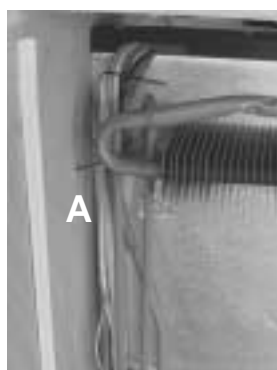

Fig. 3
**En annan populär variation på installation baktill är att placera ventilationsgallren för luftcirkulationen till och från apparaten stående (B, Fig. 3).**